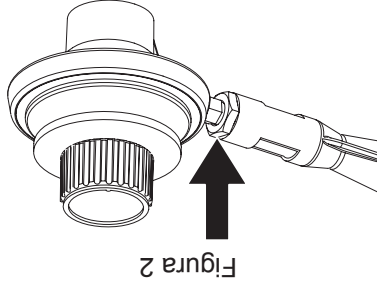

Figura 2
1. Asegúrese de conectar adecuadamente la válvula de control al quemador (vea Figura 2).